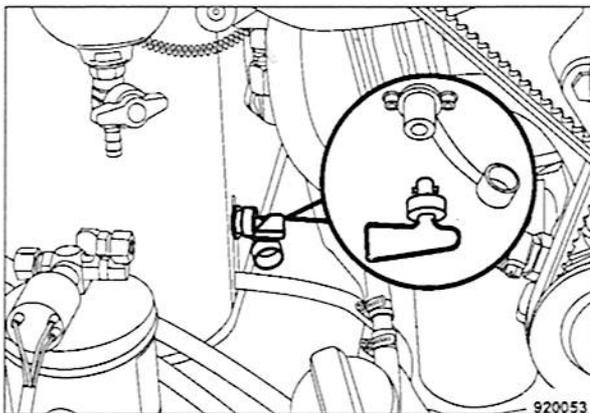

Fig. 75
- Retirar el interruptor principal de batería (Fig. 75) y depositarlo de forma segura.